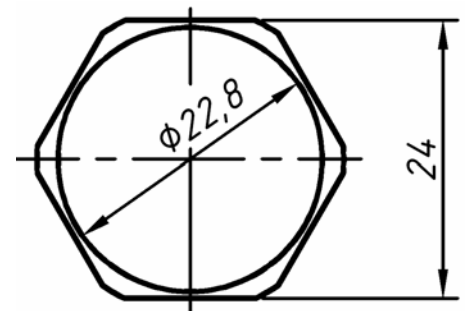

Рис. 41
- **пересечение (_intersect)** \ указываем обе фигуры \ в результате получаем шестиугольник с закругленными вершинами в виде области, показанный на рис. 41 \ копируем данный контур, так как он еще понадобится для модели головки болта.